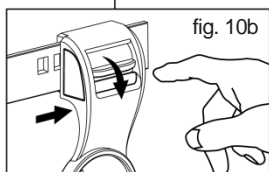

fig. 10b
Paso 1: mantenga presionado el seguro “LOCK” en ambos lados (consulte la fig. 10b) para poder deslizarlo hacia delante y hacia atrás.